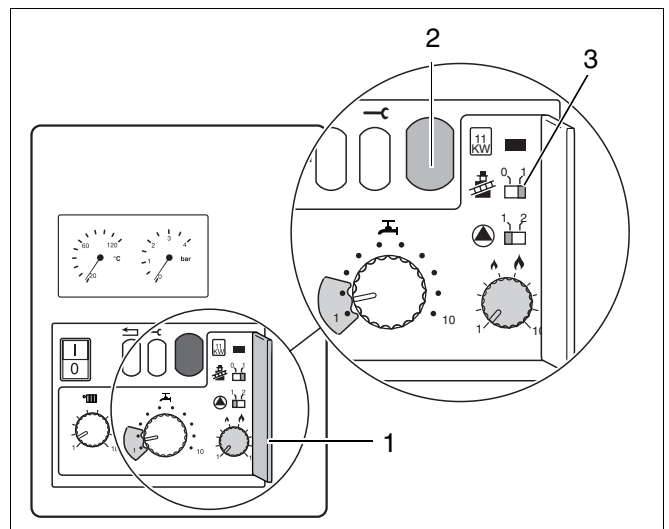

Abb. 25 Display und Schornsteinfegerschalter
- Abdeckungstür der 2. Bedienebene (Abb. 25, Pos. 1) öffnen.
- Netzschalter und Schornsteinfegerschalter (Abb. 25, Pos. 3) in Stellung "1" bringen.
- Wenn im Display (Abb. 25, Pos. 2) "–," oder "=", erscheint, ist die Gaszuleitung entlüftet. Schornsteinfegerschalter zurück auf Stellung "0" stellen. Wenn dies nicht der Fall ist, die Gaszuleitung nochmals entlüften, wie in Kapitel 4.1.3 "Gasleitung entlüften" beschrieben.